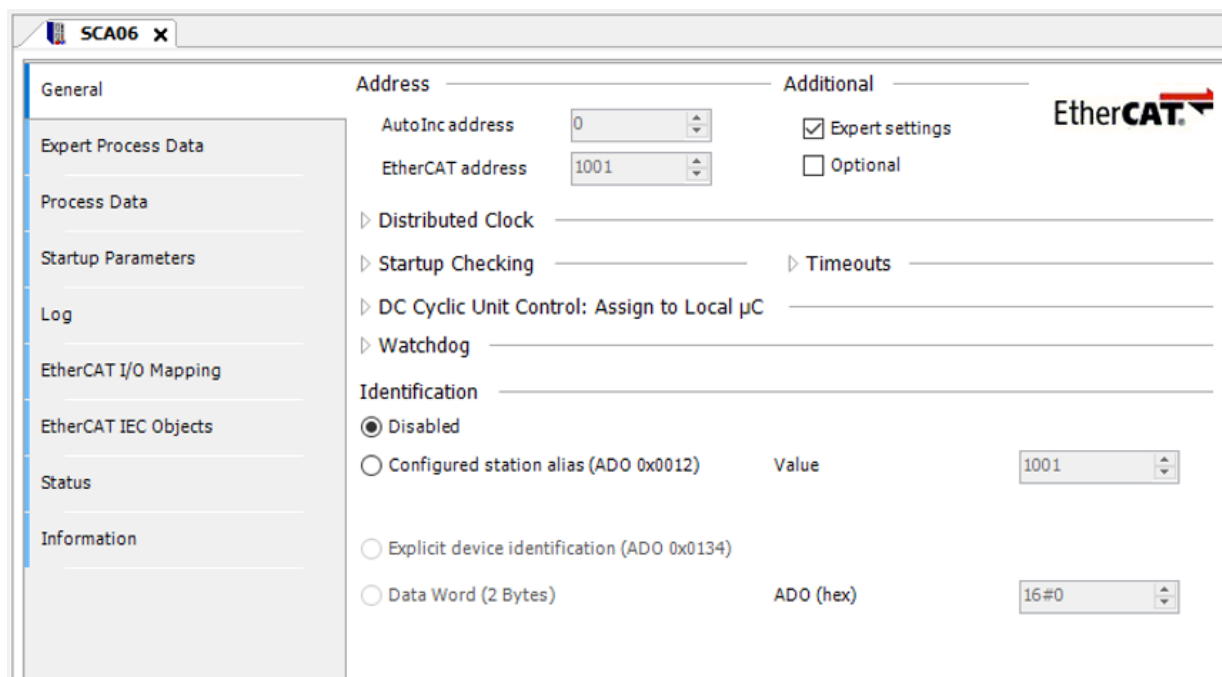

Figura 4.9: Habilitar configurações avançadas SCA06\_SoftMotion.
- Abra as configurações do **SCA06\_Motion**, na aba **General**, habilite a opção **Expert settings**, após isso diversas configurações avançadas ficarão disponíveis, como apresentado na Figura 4.9.